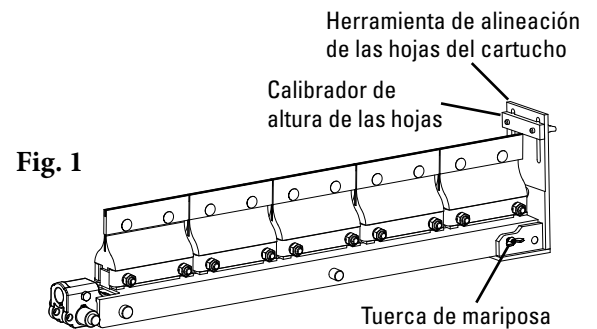

Fig. 1
3. En un cartucho, coloque la herramienta de alineación de la hoja de cartucho en el extremo con la muesca y los orificios de alineación. Utilizando esos orificios de alineación, apriete la herramienta al cartucho con tuercas de mariposa (Fig. 1).